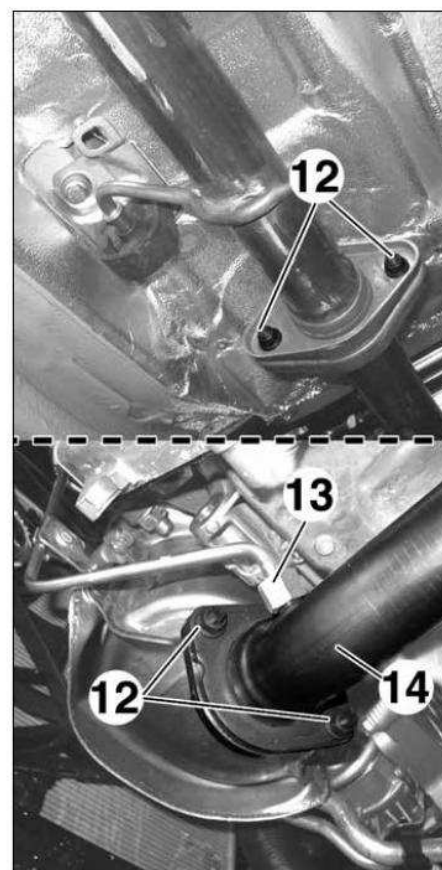

FIG. 7
- Staccare (Fig.7):
- i dadi (12),
- il raccordo (13) e il tubo di scarico (14).